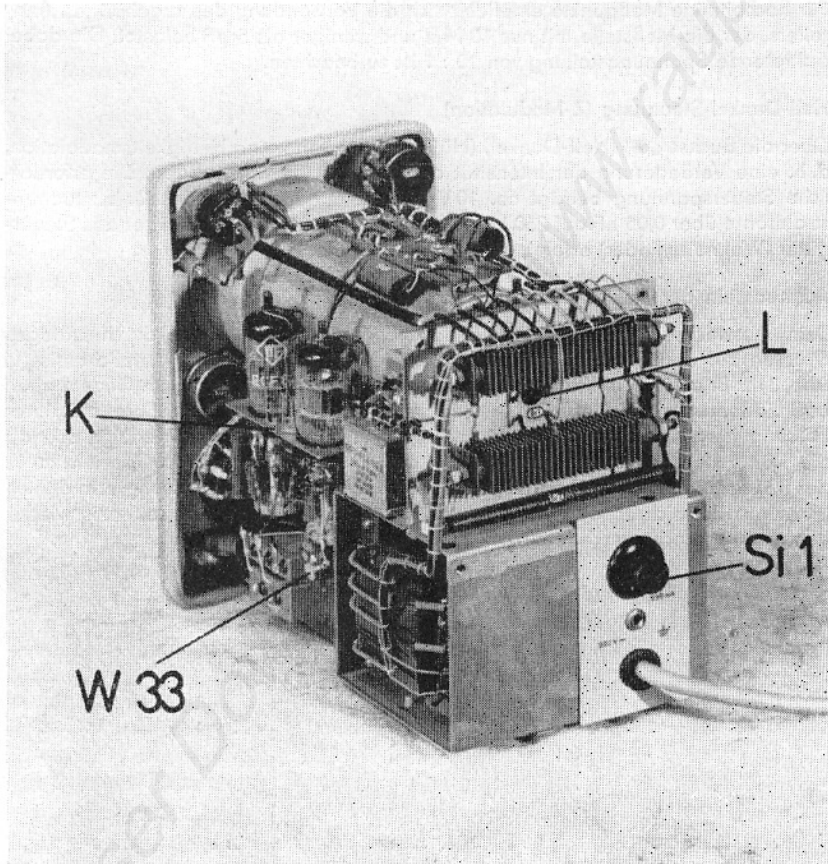

Abb. 3
4. Horizontal-(X-)Verstärker und Kippgenerator (K, Abb. 3)
Das Gerät besitzt einen Schutzkontaktanschluß und ist für eine Netzspannung von $220 \text{ V} \sim \pm 10\%$, 50 Hz, ausgelegt und mit einer trägen Sicherung von 0,25 A abgesichert (S 1, Abb. 3).
Mit einem im Inneren des Gerätes liegenden Trimmer-Potentiometers (W 33, Abb. 3) kann die seitliche Lage der Zeitbasis korrigiert werden, was besonders bei Röhrenwechsel erforderlich werden kann.
Beim Auswechseln der B 7 S 1 wird nach Entfernung der Haube durch kräftiges Drücken auf den Sockelbolzen der B 7 S 1 (durch das Loch im Netzteilchassis (L, Abb. 3) z. B. mit einem kräftigen Schraubenzieher) bei gleichzeitigem Gegenhalten am Lichtschutztubus die Röhre herausgedrückt. Nachdem die Röhre aus ihrer Fassung herausgeschnappt ist, wird das Gerät leicht nach vorn geneigt, so daß die Röhre herausrutschen kann. Nach dem Einsetzen der neuen Röhre wird in der Regel ein Nachstellen durch geringfügiges Verdrehen der Fassung erforderlich (Fassung läßt sich schwergängig etwas verdrehen), so daß die Zeitbasis wieder genau waagrecht geschrieben wird.